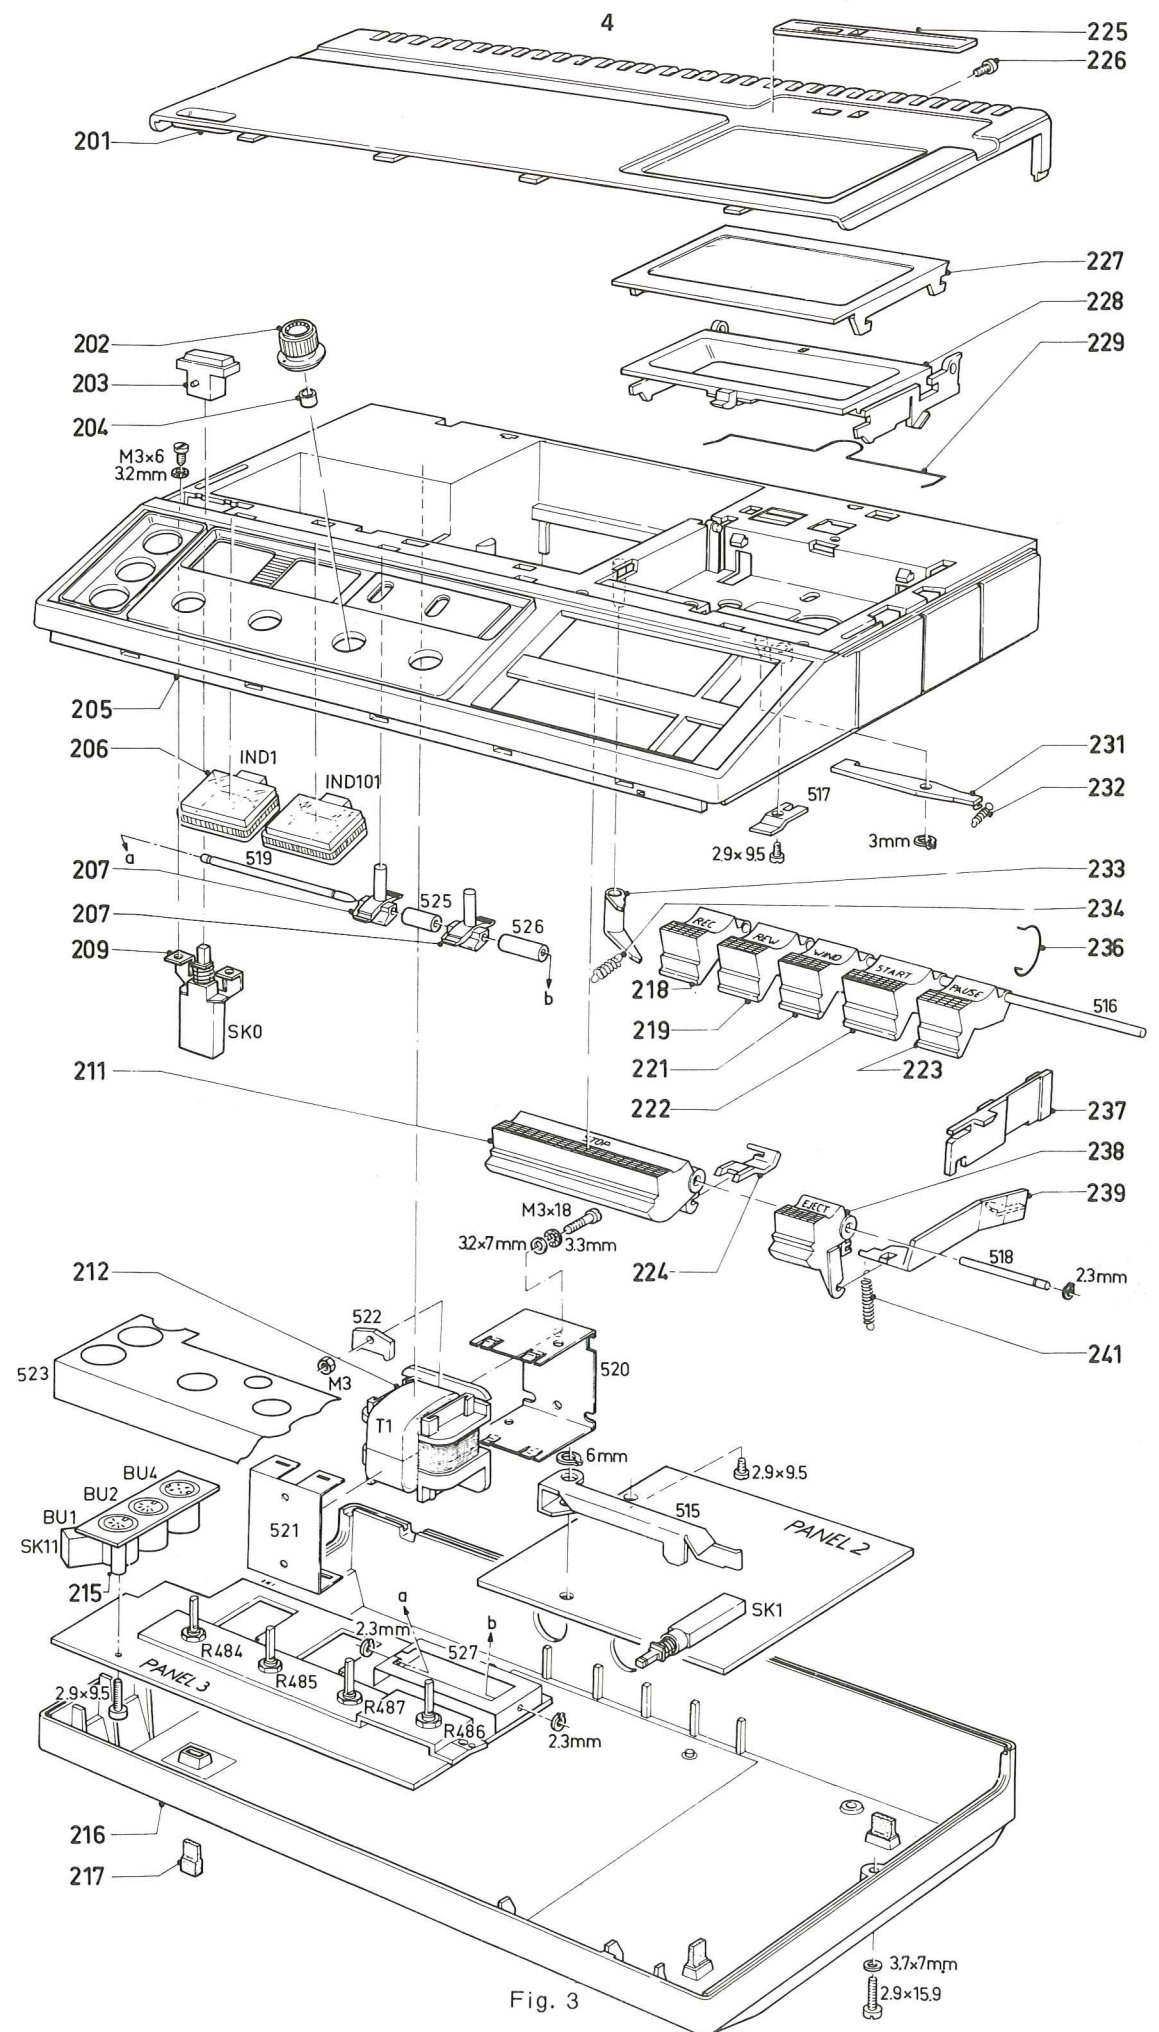

Fig. 3
I. Dekorkappe 201 fjernes (Fig. 3)
Sikringene kan nåes etter at dekorkappe 201 er fjernet (Fig. 3).